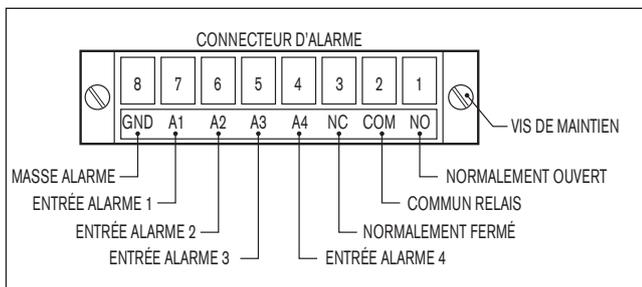

Figure 1C Connecteur d'alarme
- a. Si vous utilisez les entrées d'alarmes ou la sortie à relais, raccordez les fils requis au connecteur d'alarme à huit broches (voir la FIGURE 1C).